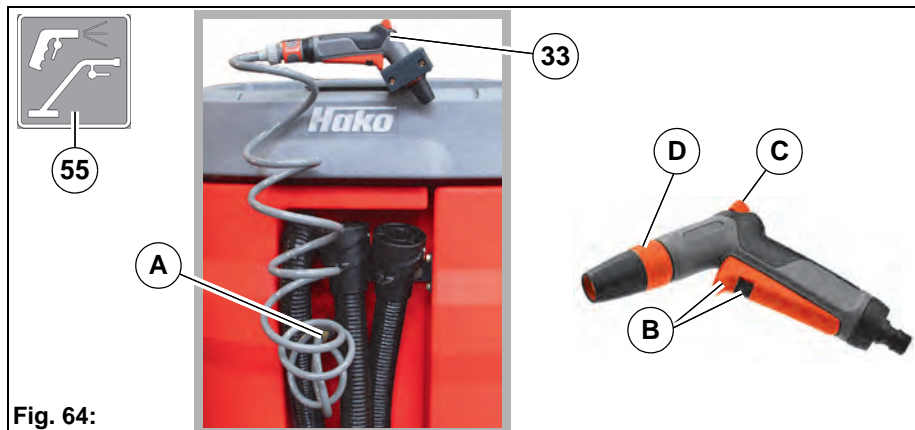

**Fig. 63:**
Håndsugerredskapet **Fig. 63-A** tjener til manuell rengjøring på vanskelig tilgjengelige steder.
1. Koble om sugeslange til parkeringsposisjon **Fig. 63-B**.
2. Sett slangen til verktøyet inn i åpningen på utsugingen **Fig. 63-C**.